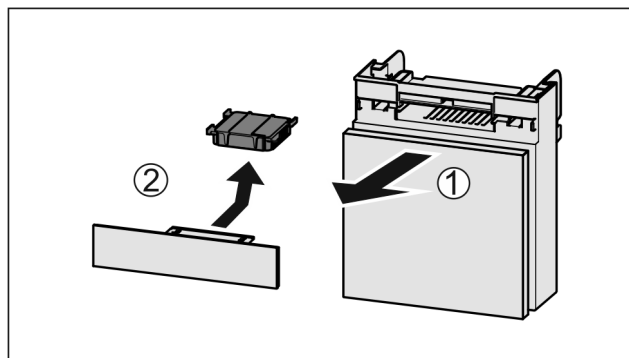

Fig. 71
- ▶ Dra ut *Fig. 71 (1)* lådan framåt.
- ▶ Ta ut *Fig. 71 (2)* aktivtkolfiltret.